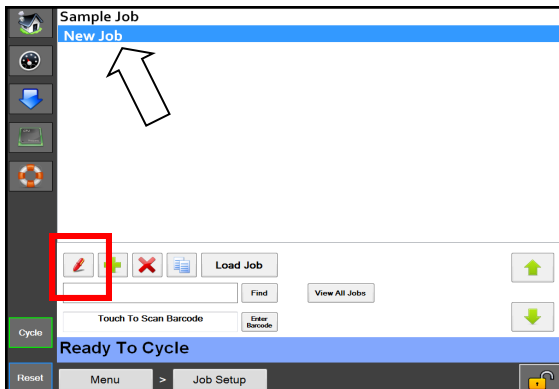

图 5-2B。列出的新作业。
3. 在作业详细信息屏幕中突出显示新作业。图 5-2B。
4. 按下红笔按钮。图 5-2B。
5. 给作业详细信息屏幕中的作业重新命名，然后在每个框中输入相应的信息。图 5-2B。